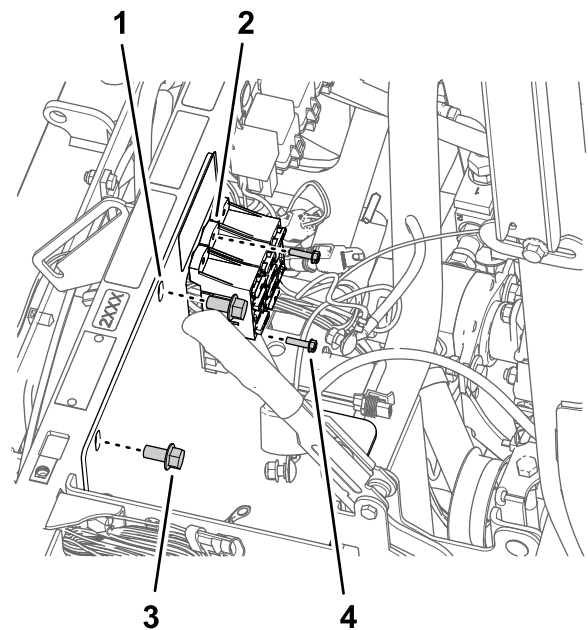

Figura 172
3. Retire los pernos (10-24 x 3/4") y las tuercas (10-24) que sujetan los bloques de fusibles al soporte de la batería (Figura 172).
4. Retire los 2 pernos con arandela prensada (3/8" x 3/4") que sujetan el soporte de la batería al tubo de sujeción del amortiguador (Figura 172).